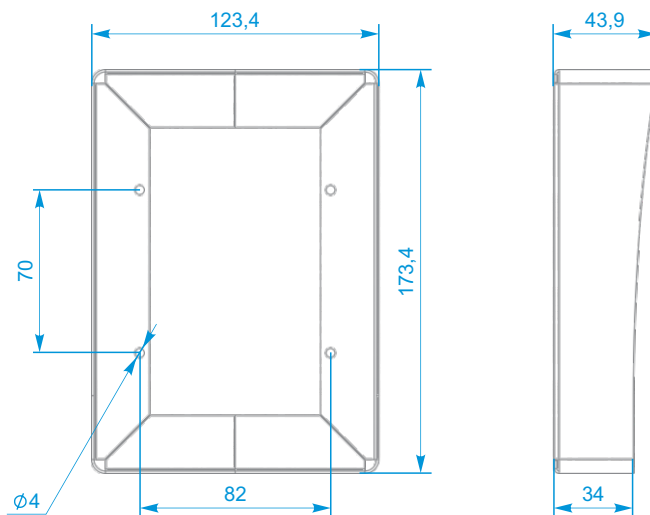

Рис. 1– Кожух.
Монтаж производится с помощью кожуха, из комплекта монтажного (рис.1).
1. Кожух (рис.1) устанавливается на стену с помощью дюбелей из монтажного комплекта;